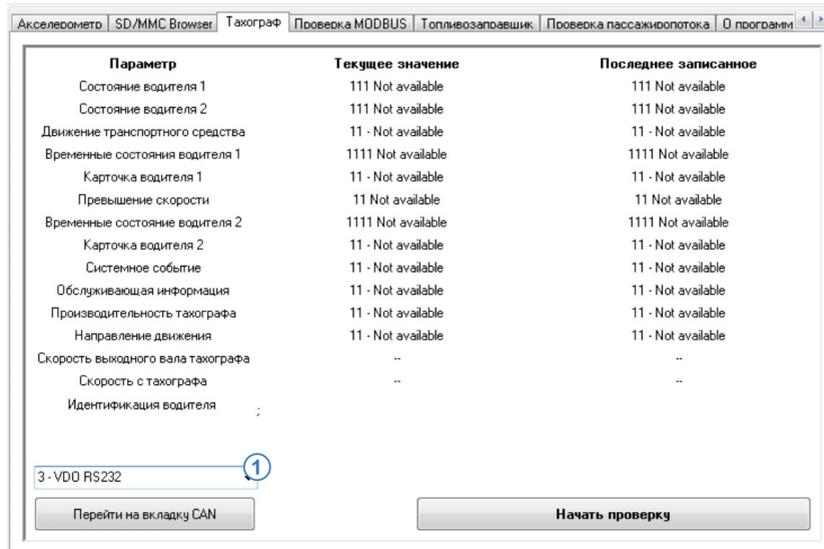

Рис.73. Вкладка «Тахограф».
Для того чтобы бортовой контроллер «АвтоГРАФ» принимал .ddd – файлы с тахографа необходимо выбрать в контроллере тип подключаемого тахографа. Настройка задается на вкладке «Тахограф» в поле 1 (Рис.73) в программе «AG.GSMConf»:
- в поле 1 (Рис.73) выбрать настройку «0 – Default»;
- начать диагностику, нажав кнопку «Начать проверку». Если все подключения выполнены верно, то данные, полученные с тахографа, появятся на вкладке (Рис.73).
- в поле 1 (Рис.73) выбрать тип тахографа, подключенного к контроллеру;
- если все подключения выполнены верно и на шине CAN есть данные с тахографа с заданным идентификатором, то они будут отображены на вкладке «Тахограф» (Рис.73).